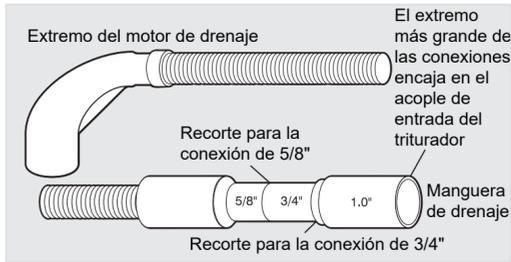
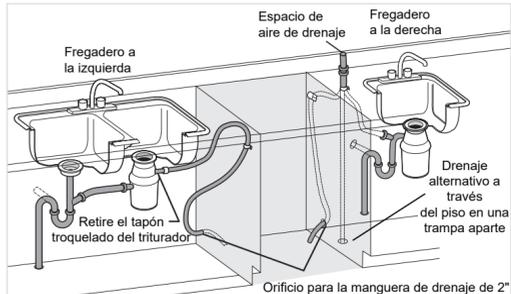

Figura 7
Figura 8
- Si conecta a un triturador, la punta grande de la manguera de drenaje encaja en el triturador. **Figura 7.** Es necesario quitar de la entrada interior del triturador el tapón troquelado antes de realizar la instalación final de la manguera de drenaje. Véase la figura 8.